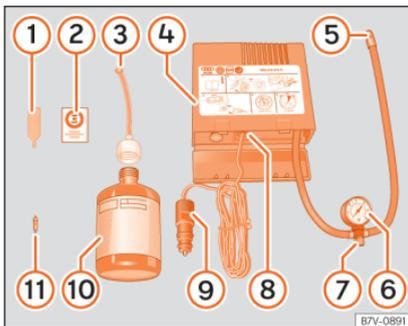

Abb. 84 Prinzipdarstellung: Bestandteile des Pannensets
Das Pannenset befindet sich im Gepäckraum unter dem Bodenbelag. Es besteht aus folgenden Bestandteilen »» **Abb. 84**:
Den Reifenfüllschlauch »» **Abb. 84** ⑤ wieder anschließen und den Reifendruck an der Reifendruckanzeige ⑥ ablesen.